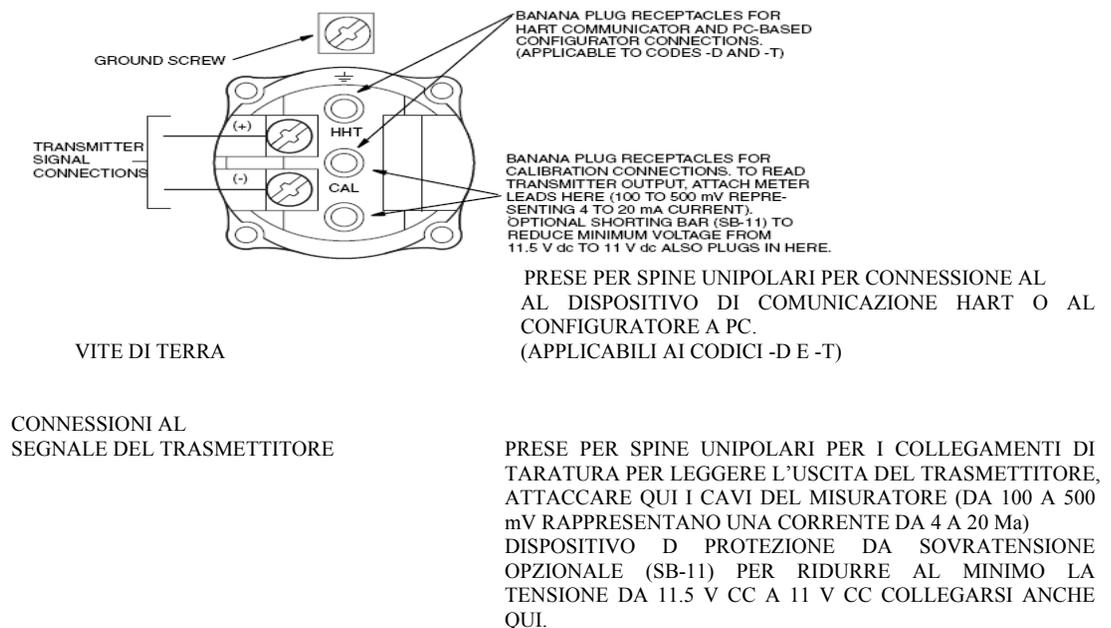

Figura 32. Identificazione dei Morsetti di Campo
I morsetti di campo su un trasmettitore con segnale di uscita da 4 a 20 mA sono mostrati nella Figura 32.
6. Collegare l'alimentazione elettrica e i fili del circuito ricevente ai collegamenti dei morsetti “+” e “-” mostrati nella Figura 32.